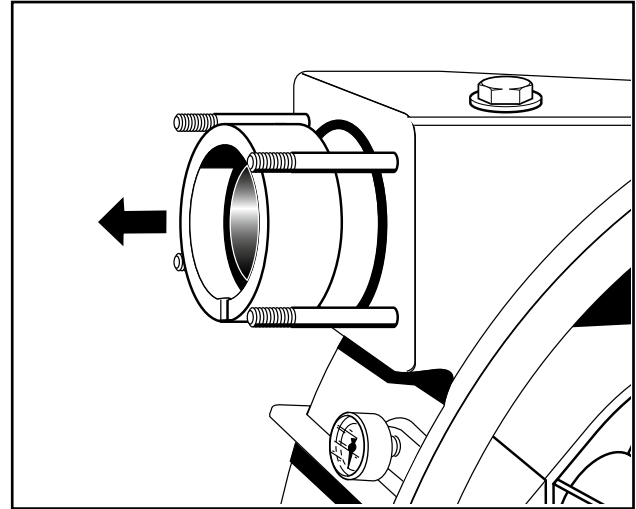

Abb. 30 Demontage Klemmringpaket
6. Dann den Entlüftungsschlauch demontieren (Abb. 30). Haltering, Klemmring, Stufenring und O-Ring vom Förderschlauch abnehmen (Abb. 30).